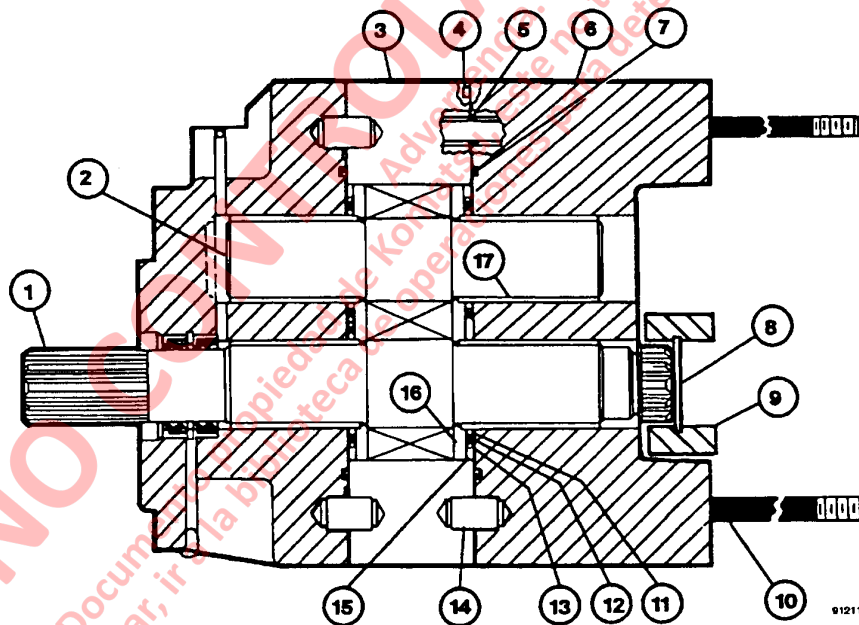

FIGURA 3-14. REENSAMBLADO DE LA BOMBA DE ELEVACION
16. Monte los anillos de acero (11, Figura 3-14), anillo de respaldo (12), anillo de goma y retén (13). Monte la placa de aislación con su alivio hacia la placa de presión.
17. Lubrique e instale los anillos de goma del espárrago pasante (5) y el anillo de goma de la placa del conector (7). Instale el pasador (14) si se sacó. Lubrique el diámetro interno de los rodamientos (17) y monte la placa del conector (6). Monte el anillo de retención (8) y el acoplamiento (9).